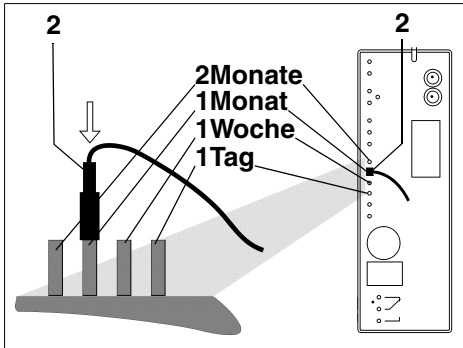

Abb. 9: Zeitsteuerung
- Auf der Steuerelektronik der Automatik das gewünschte Zeitintervall für den zeitgesteuerten, automatischen Rückspülvorgang wählen. Durch Umstecken der kurzen Kabellitze (2) das gewünschte Zeitintervall wählen. Werkseitig ist ein Reinigungsintervall von 1 Monat eingestellt. Die wählbaren Zeitintervalle sind seitlich auf der Steuerungselektronik beschriftet. Zur Änderung des Zeitintervalles ist der Kabelschuh (2) abzuziehen und auf den Stift des neu gewählten Zeitintervalles aufzustecken (siehe Abb. 9).